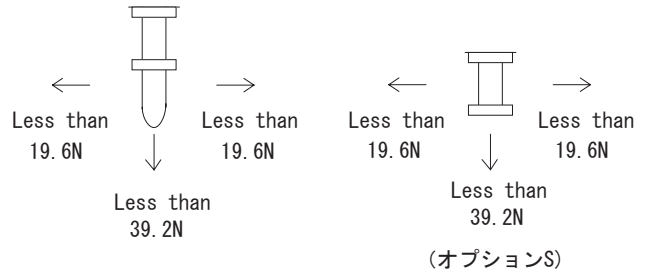

図6.4 ピンへのストレス
■電源の入・出力ピンに必要以上のストレスを加えると内部接続を断線させることがあります。図6.4に示すストレス以下にしてください。